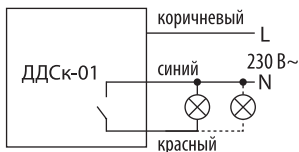

Рисунок 6. Схема подключения датчиков движения ДДСк-01
- произвести подключение проводов питания и нагрузки к проводам датчика согласно схеме подключения на маркировке датчика или в данном паспорте (рисунок 6).